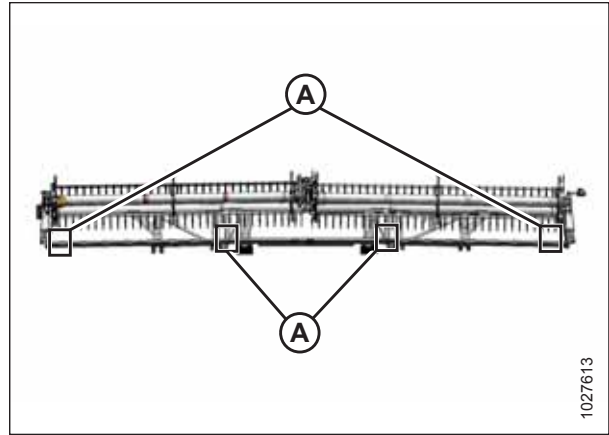

Figura 5.273: Locais de medição FlexDraper® – molinete duplo
- Figura 5.273, página 578 – molinete duplo